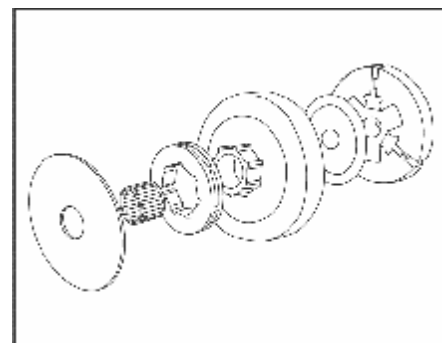

Рис. 2
- Насадите на приводной вал тонкую металлическую шайбу, установите на вал новый игольчатый подшипник и установите новую крышку муфты на подшипник (Рис. 2).